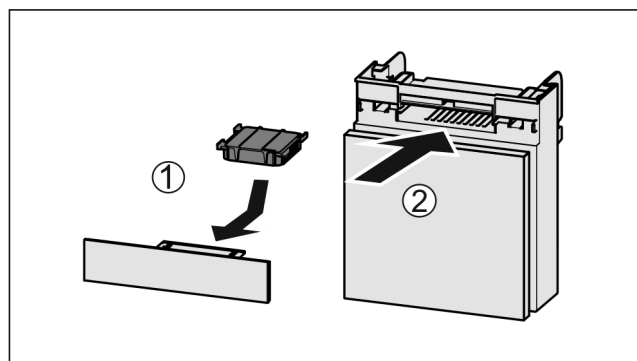

Fig. 246
- Umetnite filter s aktivnim ugljenom kao što je prikazano na slici Fig. 246 (1).
- Umetnite pretinac Fig. 246 (2).